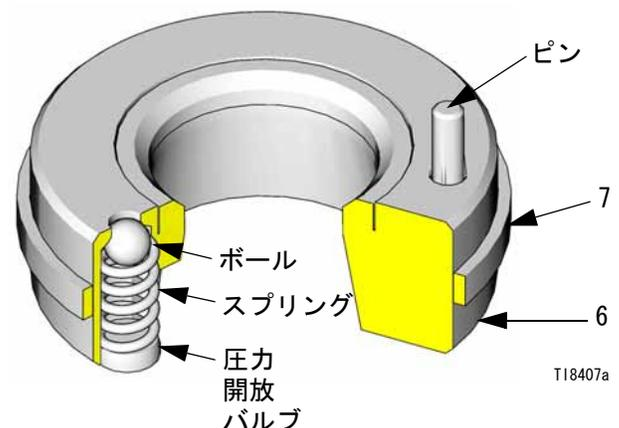

図 . 4
- ボール (5)、インテイクシート (6) および 34) およびガスケット (7) を取り外します。
- シート (6) 内の圧力開放バルブを点検して詰っていないことを確認します。バルブのボールを上から押し下げて、ボールおよびスプリングが自由に動くかどうか調べます。図 . 4 を参照のこと。